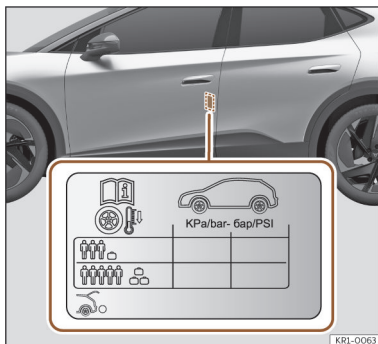

Fig. 197 Localização do autocolante da pressão de ar dos pneus.
- Adapte a pressão dos pneus à carga transportada pelo veículo >>> **Fig. 197.**
Os valores da pressão de enchimento indicam-se na etiqueta autocolante situada na zona posterior da moldura da porta dianteira esquerda >>> **Fig. 197.**
A pressão dos pneus tem de ser ajustada à carga momentânea do veículo. Se pretender utilizar o veículo com a carga máxima, terá de aumentar a pressão dos pneus para o valor máximo indicado na etiqueta >>> **Fig. 197.**
No caso de uma roda de emergência mais estreita (125/70 R16 ou 125/70 R18), encher a 4,2 bar de pressão segundo indicado na etiqueta de pressão dos pneus >>> **Fig. 197.**
>>> Fig. 197.